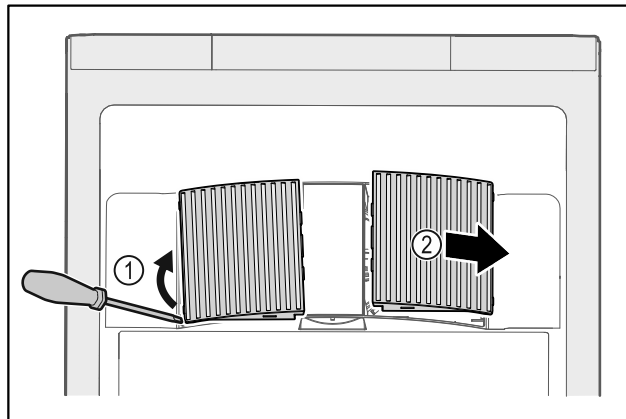

Fig. 141
- ▶ Кожух вентилятора обережно підважити зі сторони Fig. 141 (1) і витягнути рухом вперед Fig. 141 (2).